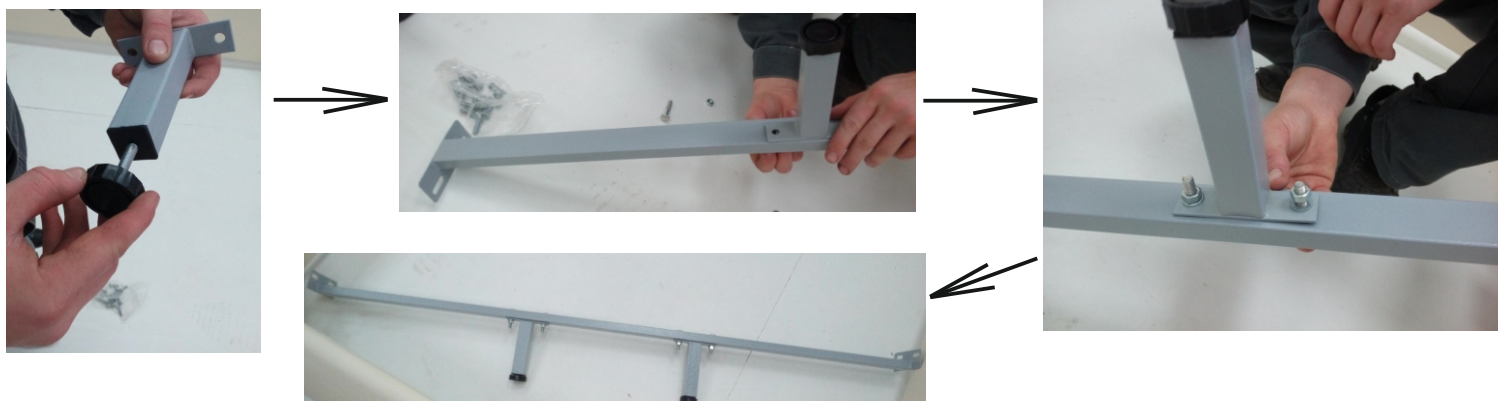

рис. 6
6. Установите опоры для балок (Ф-9) на сами балки (дет. 4) (рис. 6).